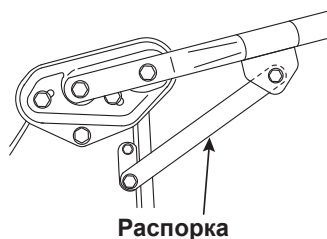

Рис. 4
3. Отверните болты корпуса и установите временную распорку. См.Рис. 4.